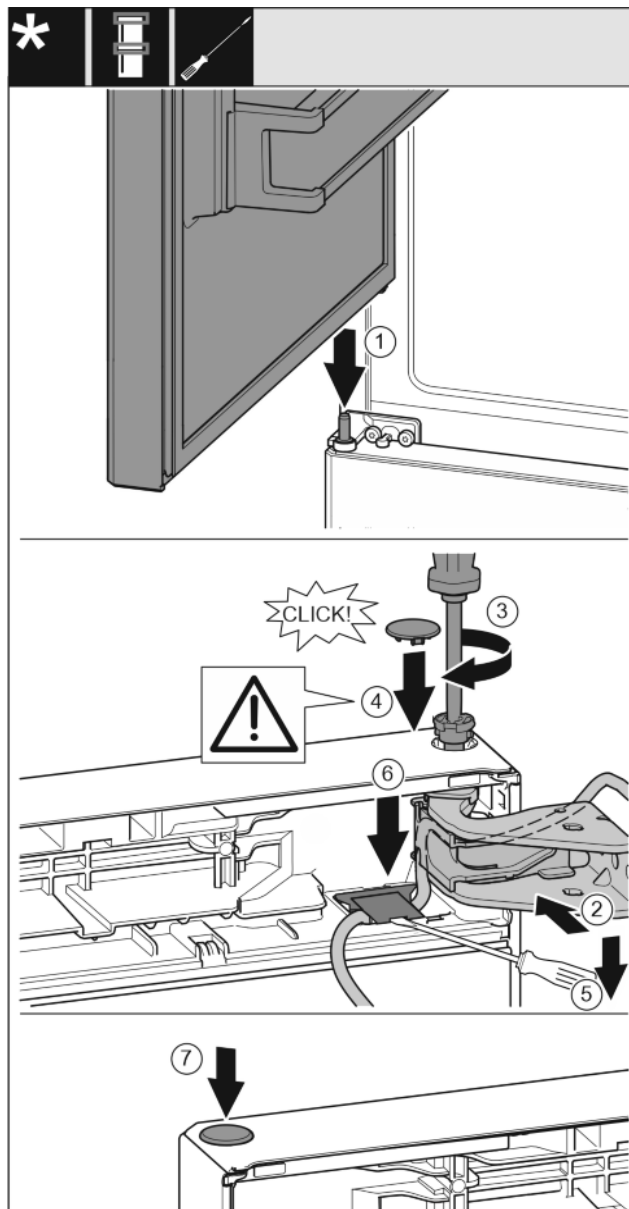

Fig. 33
- ▶ Założyć górne drzwi na środkowy sworzeń zawiasu Fig. 33 (1)
- ▶ Wyrównać drzwi u góry względem otworu w płytce zawiasu. Fig. 33 (2)
- ▶ Założyć sworzeń i dokręcić śrubokrętem T15. Fig. 33 (3)
- ▶ Zamontować osłonę bezpieczeństwa w celu zabezpieczenia drzwi: Włożyć osłonę zabezpieczającą i sprawdzić, czy przylega ona do drzwi. Ponadto założyć cały sworzeń. Fig. 33 (4)
- ▶ Za pomocą śrubokręta unieść osłonę i wyciągnąć. Następnie włożyć kabel pod spodem. Fig. 33 (5)
- ▶ Włożyć z powrotem osłonę i docisnąć do dołu, aby się zatrzasnęła. Fig. 33 (6)
- ▶ Założyć zatyczkę. Fig. 33 (7)